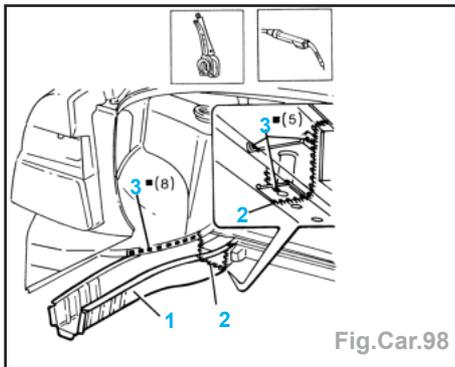

Fig.Car.98
- Positionner l'élément de rechange (1) sur le véhicule et le fixer avec les pinces-étau et le gabarit (Fig.Car.98).